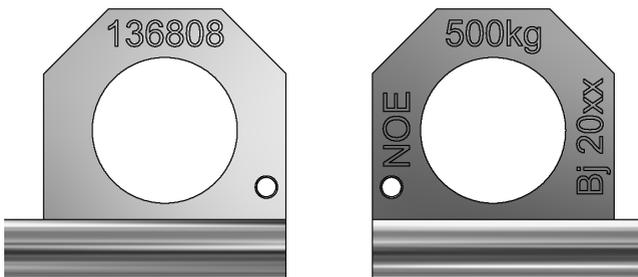

Abbildung 1
5. Der NOE Transportstecker darf nicht über seine Tragfähigkeit hinaus (Abbildung 1) belastet werden.
(siehe Abbildung 1) erfolgt gemäß DGUV 100-500, Kap. 2.8 §3.4